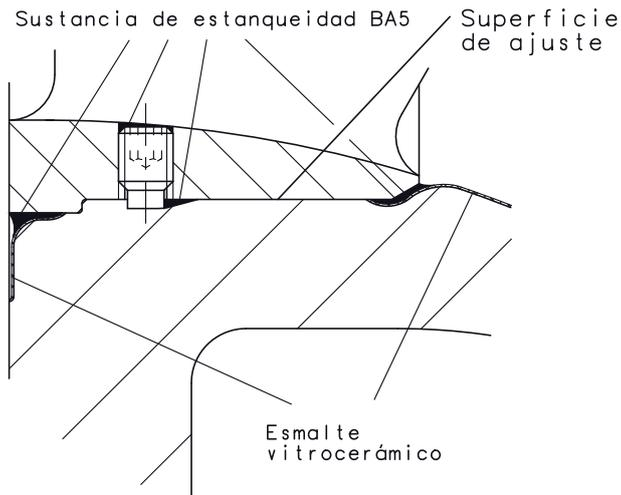

Fig. 2.4
Durante el montaje, se introducen disco (anillo) de válvula, muelle(s) y vástago(s) de guía en el cuerpo interior. Mediante tornillo(s) con arandela(s) (5) que se atornilla(n) en el vástago de guía, el disco (anillo) de válvula puede fijarse en la posición trasera final. La superficie de ajuste (fig. 2.4) del cuerpo interior debe limpiarse. En el ajuste en el cuerpo que también debe limpiarse hay que aplicar sustancia de estanqueidad BA51) en las dos transiciones al esmalte vitrocerámico y en la ranura en la cual engranan las varillas roscadas. Después de haber encajado el cuerpo interior en el cuerpo, las varillas roscadas aseguradas también con BA5 se atornillan en la ranura. El hexágono interior de las varillas roscadas se rellena de nuevo con BA5 para asegurar el desatornillar posterior. Sustancia de estanqueidad aplicada en demasía debe quitarse en ambas transiciones y alisarse. Para el montaje del cuerpo interior en el cuerpo, ver también fig. 2.4.